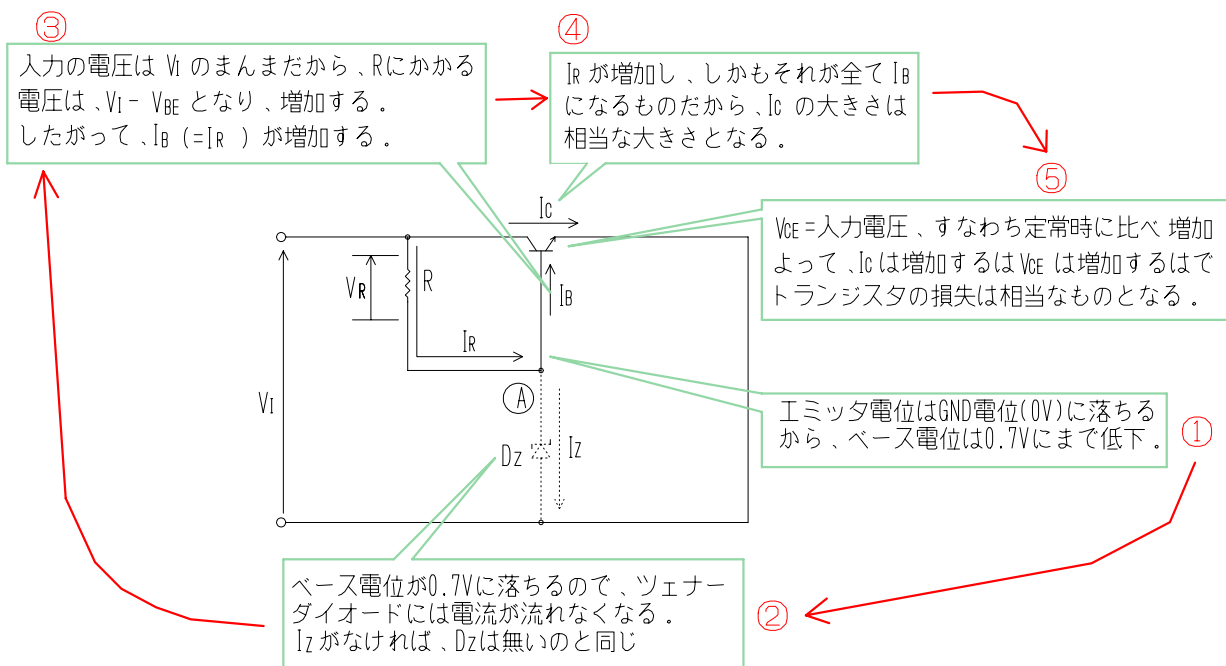

図2-18 出力がショートした場合
第一章で取り上げた抵抗 + ツェナーダイオードのみの回路では、電流制限がかかってくれましたが、この回路ではそうはいきません。図2-18にその状態になったときの回路を示します。
- P7 図2-18 加筆